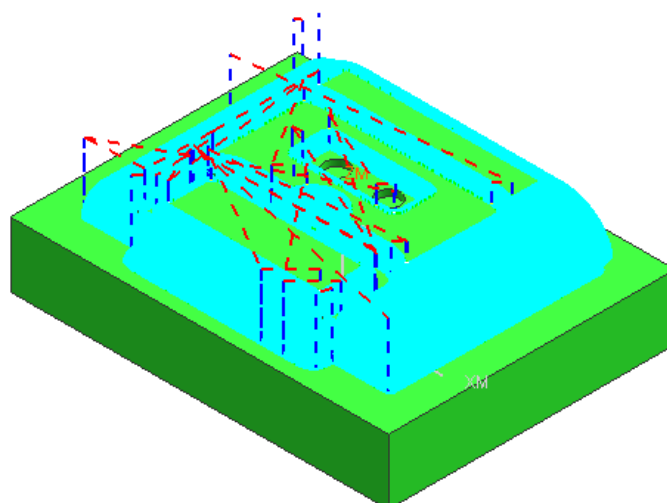

图 9-106
- 单击 , 生成如图 9-106 所示的刀轨, 单击 O K。